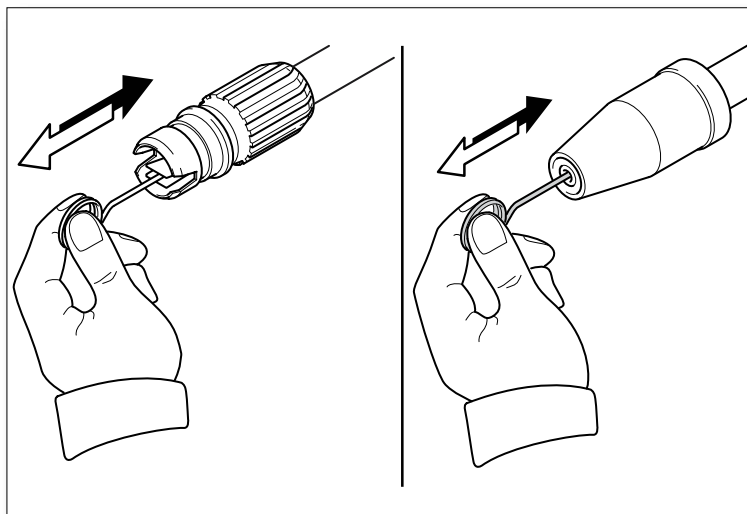

Fig. 23
- Con la punta de la boquilla de limpieza prestados (o un clip desplegado), inserte el cable en el orificio de la boquilla y mueva hacia atrás y hacia adelante hasta que los residuos se ha salido **(Fig. 23)**. Volver /dejar correr el agua a través de la boquilla de manguera de jardín y de la más alta presión disponible (ya sea estándar boquilla de agua o utilice el pulgar encima de la boquilla para crear presión de agua para lavar)..